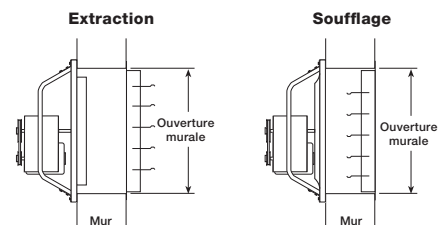
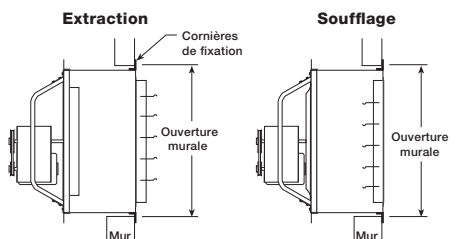
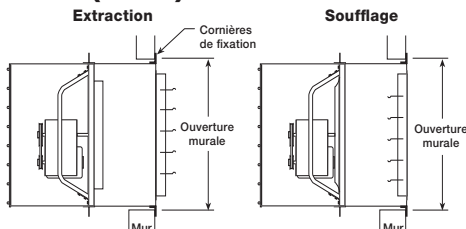
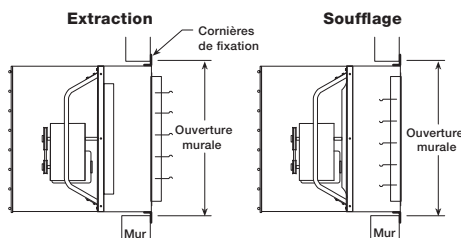

Figure 3 — Pose murale directe
Figure 4 — Pose avec manchon mural
Figure 5 — Pose avec manchon mural et grille
Figure 6 — Pose avec caisson mural
1. Amener le ventilateur à l'emplacement souhaité et déterminer par quelle méthode il doit être posé comme indiqué sur les Figures 3, 4, 5 et 6 aux pages 4 et 5. Le machon mural en option (Figure 4), le manchon mural et la grille (Figure 5) ou le caisson mural (Figure 6) constituent des moyens pratiques de pose murale des ventilateurs.
3. La Figure 3 montre l'ouverture murale conseillée pour les poses murales directes.
4. La Figure 4 montre l'ouverture murale requise pour les poses avec un manchon mural.
5. La Figure 5 montre l'ouverture murale requise pour les poses avec un manchon mural et une grille.
6. La Figure 6 montre l'ouverture murale requise pour les poses avec un caisson mural.